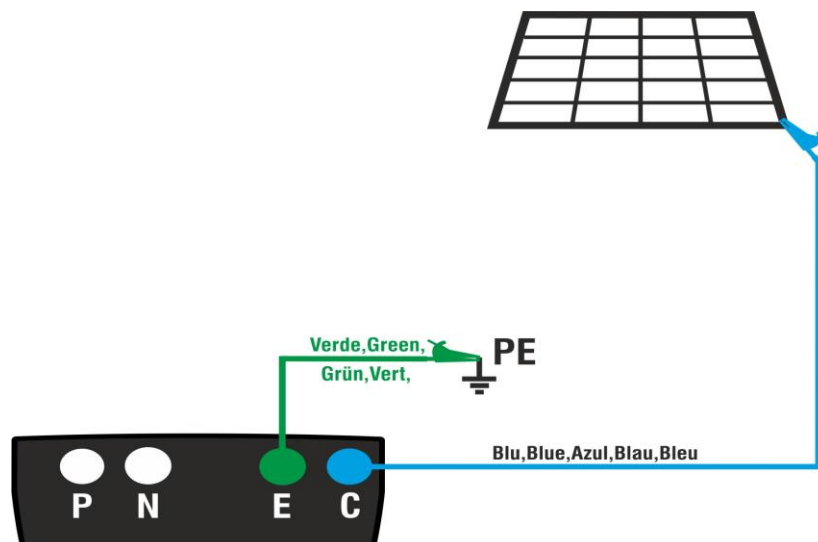

Fig. 6: Connexion de l'instrument pour la mesure de la continuité des structures des systèmes PV
5. Connectez l'instrument au module/chaîne PV testé et au nœud de mise à la terre du système principal comme indiqué dans Fig. 6
- Connectez l'instrument au module/chaîne PV testé et au nœud de mise à la terre du système principal comme indiqué dans Fig. 6